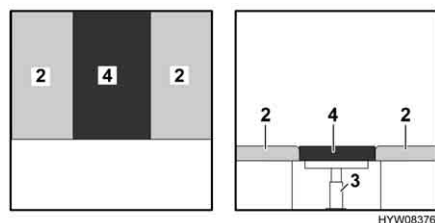

Fig. 40 Dopo la trasformazione
- Posizionare il cuscino aggiuntivo (Fig. 40,4) tra i cuscini del divano.